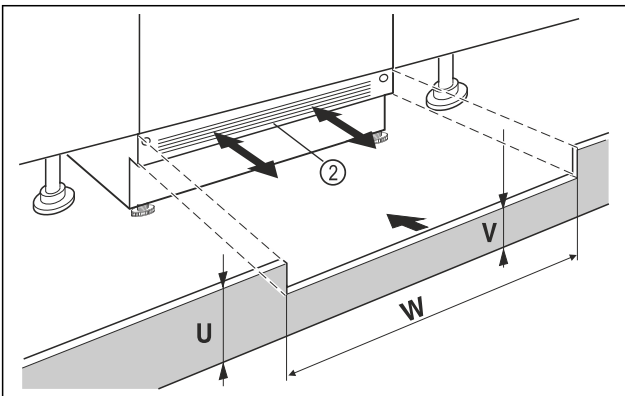

Fig. 14 Exempel
- ▶ Sätt på skåpets sockelpanel Fig. 14 (2) men fixera den inte än.
- ▶ Om sockelpanelen syns Fig. 14 (2) ska den dras framåt tills ventilationsgallret och möbelsockelpanelen ligger kant i kant.
- ▶ Om sockelpanelen är dold Fig. 14 (2) ska den skjutas bakåt så långt det går.
- ▶ Se till att ventilationsöppningarna är helt fria: Skär vid behov av möbelsockelpanelens Fig. 14 (U) på höjden!
- ▶ Längs nischens bredd passas Fig. 14 (W) stagets höjd Fig. 14 (V) under skåpets sockelpanel Fig. 14 (2) in.